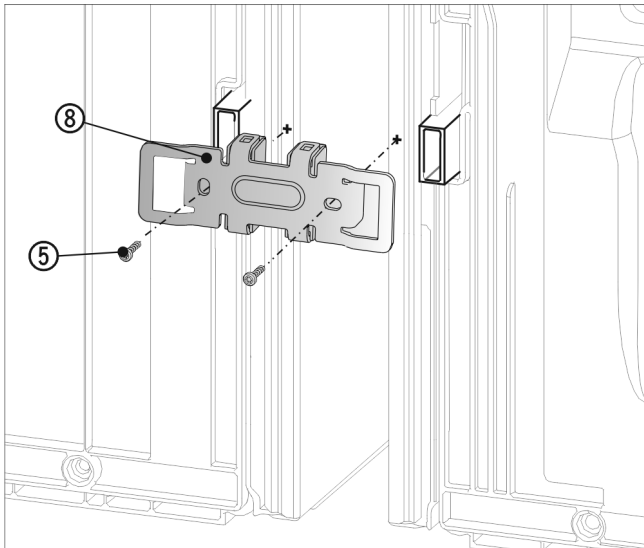

Fig. 24
- ▶ Den Winkel Fig. 24 (8) erneut mit den Aussparungen über die Aufnahme für die Wandabstandshalter schieben.
- ▶ Mit 2 Schrauben Fig. 24 (5) fest anschrauben.